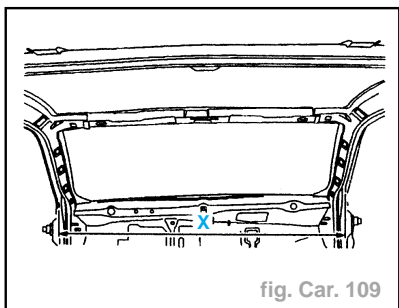

fig. Car. 109
- Contrôler le jeu $X = 1478 \pm 1 \text{ mm}$ (fig. Car. 109).